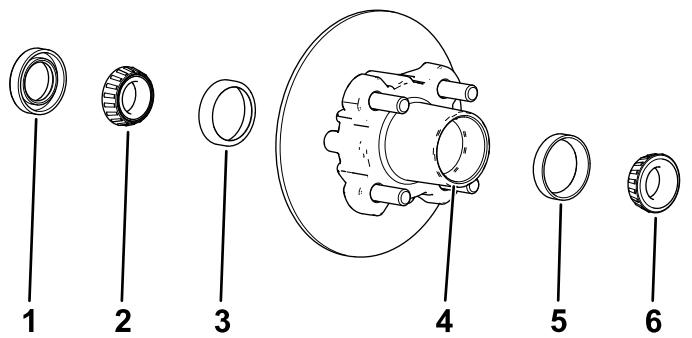

Figura 34
1. Retire el cojinete exterior y el anillo de rodadura del cubo (Figura 34).
2. Retire la junta y el cojinete interior del cubo (Figura 34).
5. Limpie el hueco del cubo para eliminar cualquier resto de grasa, suciedad y residuos (Figura 34).
7. Llene el hueco del cubo hasta un 50-80% de su capacidad con grasa del tipo especificado (Figura 34).
8. Monte el cojinete interior sobre el anillo en el lado interior del cubo e instale la junta (Figura 34).